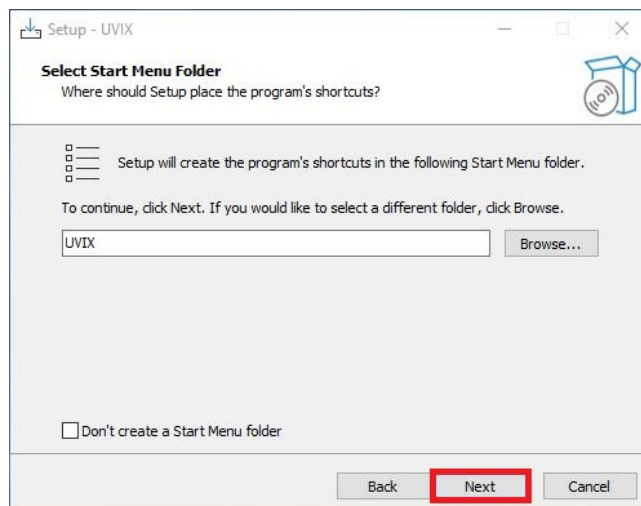

Figura 4.15: Creazione collegamento
5. Indicare se si desidera creare un collegamento e premere su "Next", figura 4.15.